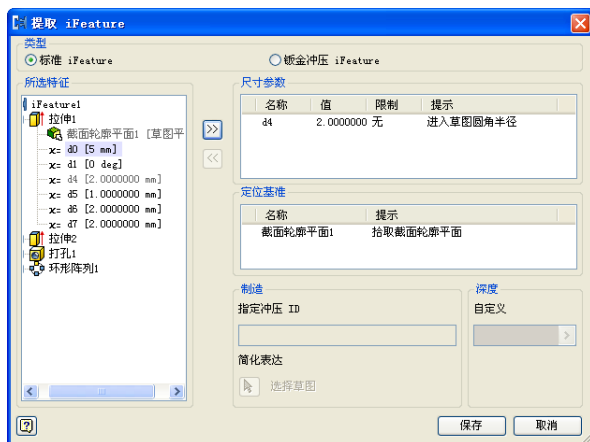

图 3-93 修改特征参数
(3) 双击左侧窗口中的尺寸，或选中某个尺寸然后单击  按钮，则该尺寸会加入到右侧的【尺寸参数】窗口中，可选择部分尺寸或全部尺寸，如图 3-93 所示。如果要去掉某个已经加入的尺寸，可选中该尺寸，然后单击  按钮。单击【保存】按钮既可保存 iFeature 文件，文件后缀名为 ide，用户可自行选择保存的文件名和路径。
(5) 在创建 iFeature 时，为了在以后更加方便容易的重用 iFeature，一定要考虑到以下几
点：使用易于理解的参数名。在图 3-93 中可看到原始的尺寸名称都是类似 d4 的名称。
如果要修改某个特征的参数，可在如图 3-93 所示的对话框的【尺寸参数】窗口中，单击某个尺寸的某个具体项目如名称、值、限制和提示，则选中的项目处于可编辑的状态，用户可根据具体情况自己修改尺寸各个项目。然后单击【保存】按钮就可保存 iFeature 文件。当 iFeature 创建并且保存了以后，就可在其他的零件设计中重用该 iFeature，下面讲述如何放置 iFeature。